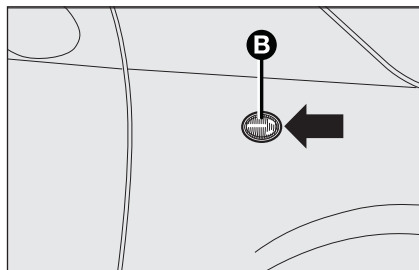

fig. 23
- faire lever au point indiqué par la flèche, de manière à comprimer le ressort de fixation et extraire le groupe **B**-fig. 23;